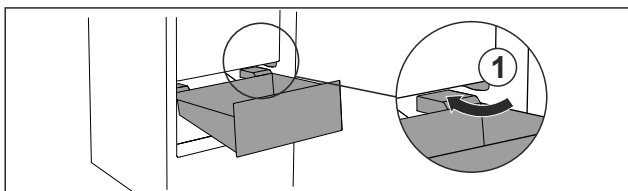

Fig. 102
- Før skuffen rundt stopperne Fig. 102 (1) på skrå.